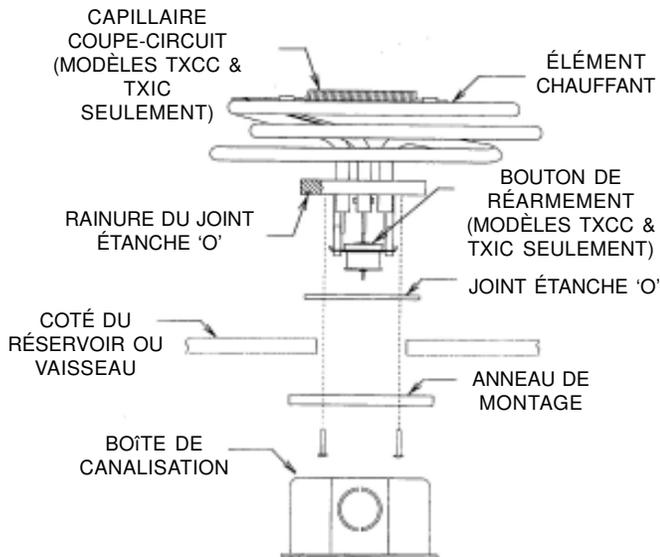

FIGURE 1 - SCHÉMA D'INSTALLATION
8.0 Veuillez vous référer à la Figure 1 pour les détails d'installation. Noter qu'un joint étanche "O" inclus assure l'étanchéité. Nettoyer les surfaces de contact au préalable.